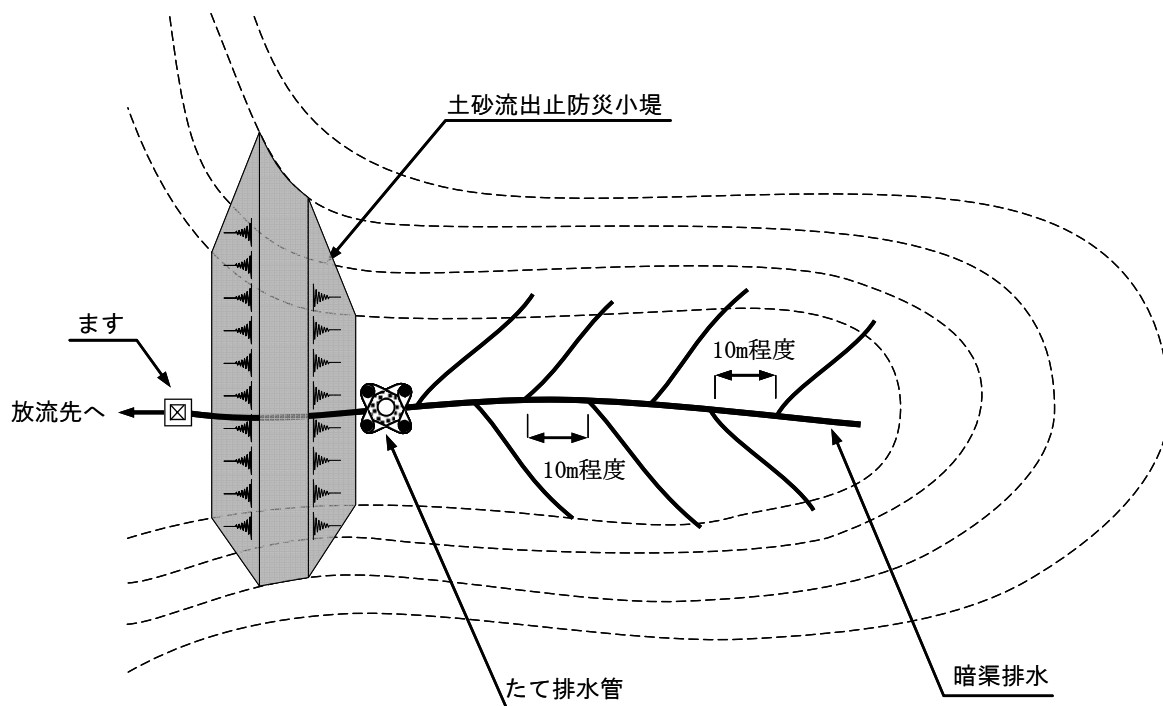
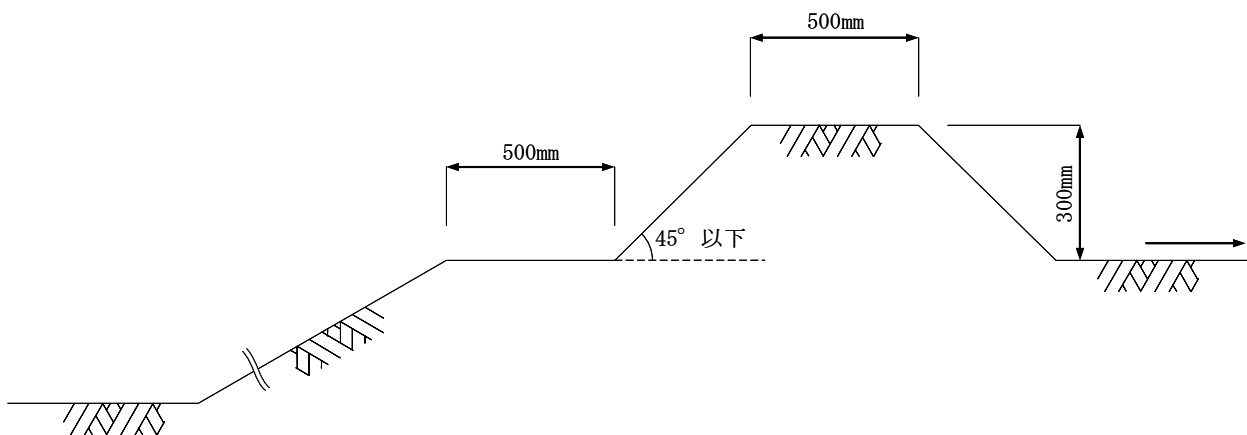

図 9-1 土砂流出止・仮排水のイメージ
図 9-4 防災小堤の勾配、寸法
- (1) 柵工、土のう工等により工事区域外への土砂及び排水の流出を防ぐこと(図9-1～図9-4)。
- (2) 工事の施工に伴う、工事区域内からの当該区域外への排水については、速やかに排水できるように仮排水施設を設置すること。また、仮排水施設の流末等には、沈砂池、沈砂ます等を設け、水と土砂との分離に努めること。